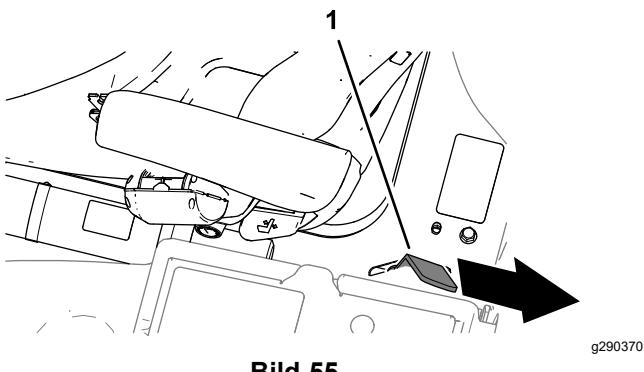

**Bild 54**
2. Wenn die Plattform beinah in der vollständig abgesenkten Position ist, bewegen Sie den Sperrriegelgriff der Plattform (Bild 54) zur Vorderseite der Maschine.